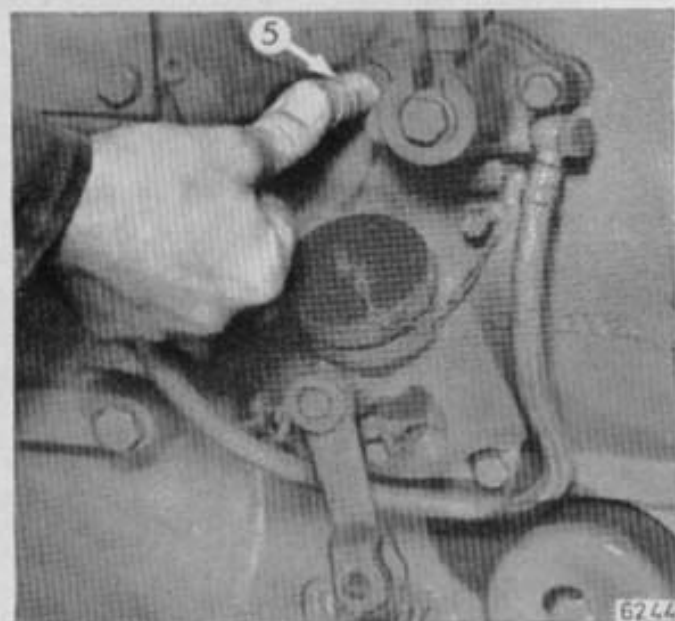

Bild 11
4. Dekompressionsschaltwelle*) 5 (Bild 11) eindrücken.